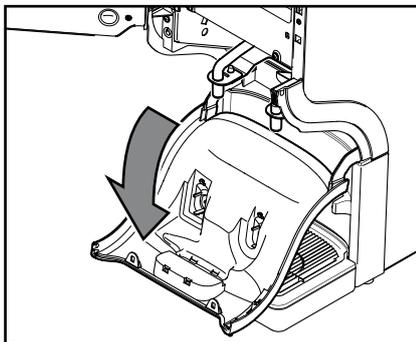

Fig. 36
- b. Tirez le couvercle de la sortie vers le bas (fig. 36).